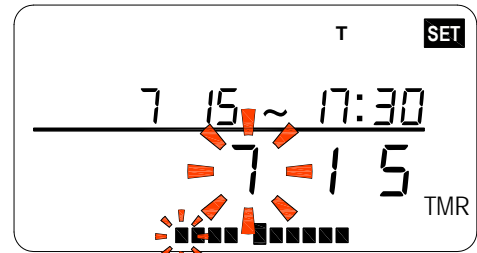

Abbildung 25
12. Drücken Sie  um die geänderten Minuteneinstellungen zu speichern, siehe Abbildung 25.